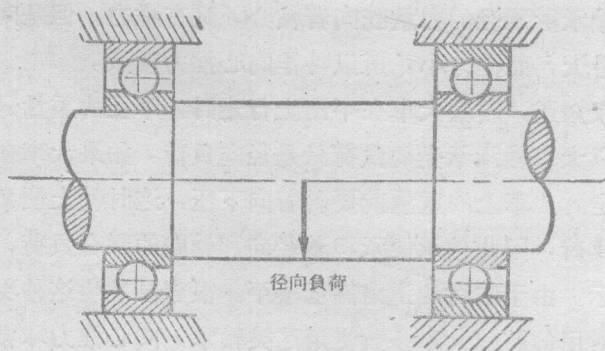

图 1—5
径向負荷，就是所承受的力的方向是朝着軸的直径，換句話說，就是轉軸所担負的力量的方向是和軸的中心綫呈垂直状态，如图 1—5 所示。由于这种負荷的方向和軸径的方向一致，所以叫作径向負荷。既然轉軸承受的負荷方向朝着軸径，那么也就是朝着軸心，所以承受这样力量的軸承也叫作向心軸承。例如鍋駝机曲軸上的向心圓柱滾子軸承、手搖水車軸上的向心球軸承以及压延机用的向心球面滾子軸承等；都属于这一类。
2. 推力轴承：在某些机器的轴上（如鑽床的鑽軸），轴承所受到的力量方向是和軸的中心綫平行，也就是和軸的中心綫的方向一致，如图1—6所示，这种負荷就叫作軸向負荷。